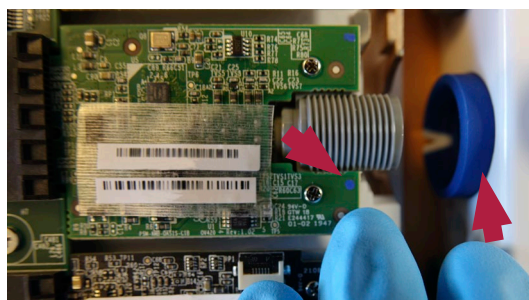

Figure 19 - Les indications de couleur de la carte VDI doivent correspondre aux anneaux de couleur
e) S'assurer que l'anneau de couleur sur le boîtier arrière est de la même couleur que l'indication sur la carte VDI (Figure 19)
Lors du remontage du boîtier arrière, faire bien attention à ce que les points de couleur de la carte VDI (Figure 19) soient de la même couleur que les anneaux de couleur auxquels ils font face.